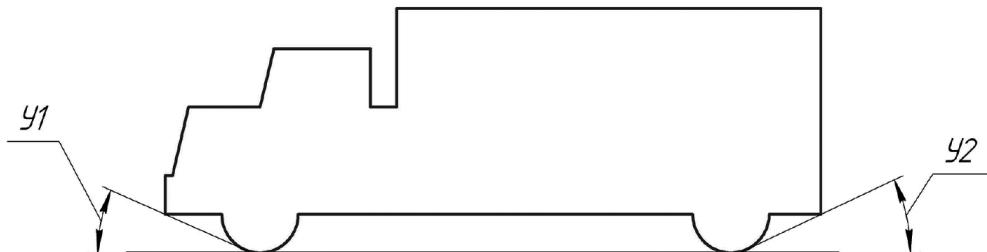

Рисунок 2.
2.4.8 Передний и задний углы свеса (γ_1 и γ_2) взвешиваемого транспортного средства (см. Рисунок 2), при использовании весов с пандусами, не должны быть меньше 12°.